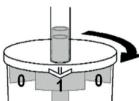

Abb. 3
4. Pentru a ridica primul polip, roțiți vasul până când săgeata indică numărul "1" (Fig. 3).